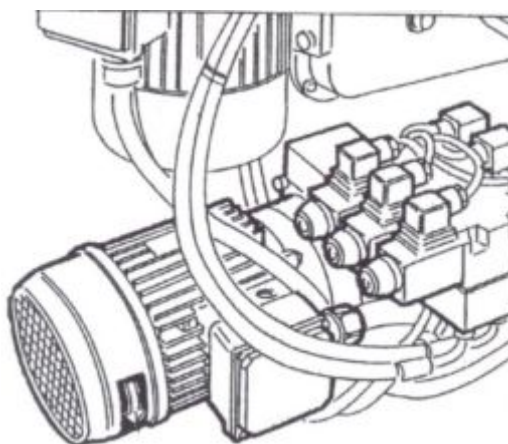

Рисунок 4 Гидростанция
4.2.4 Гидростанция (рисунок 4) является составной частью гидрооборудования стенда, куда входят наряду с ней гидроцилиндры зажима, перемещения каретки и рычага, рукава высокого давления и фитинги.